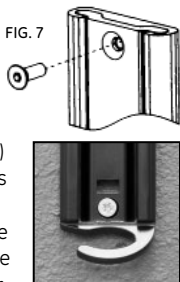

FIG. 7
2. Apriete el tornillo de ajuste situado en la parte frontal superior de la placa de pared mediante la llave hexagonal o Allen S4 (K) que se suministra en los accesorios de montaje (ver fig. 7). Recuerde que debe retirar el tornillo de ajuste antes de intentar